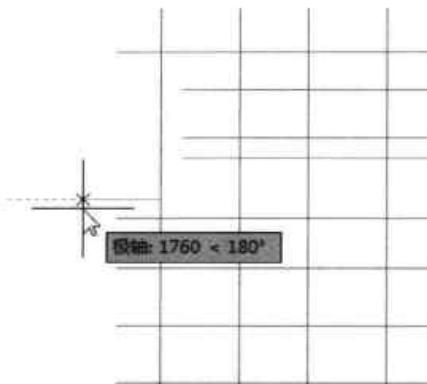

图16-29 指定参考线偏移方向
**Step 03** 选择是否重排轴号，这里选择“是”，然后向左移动光标，指定参考线偏移方向，如图 16-29 所示。